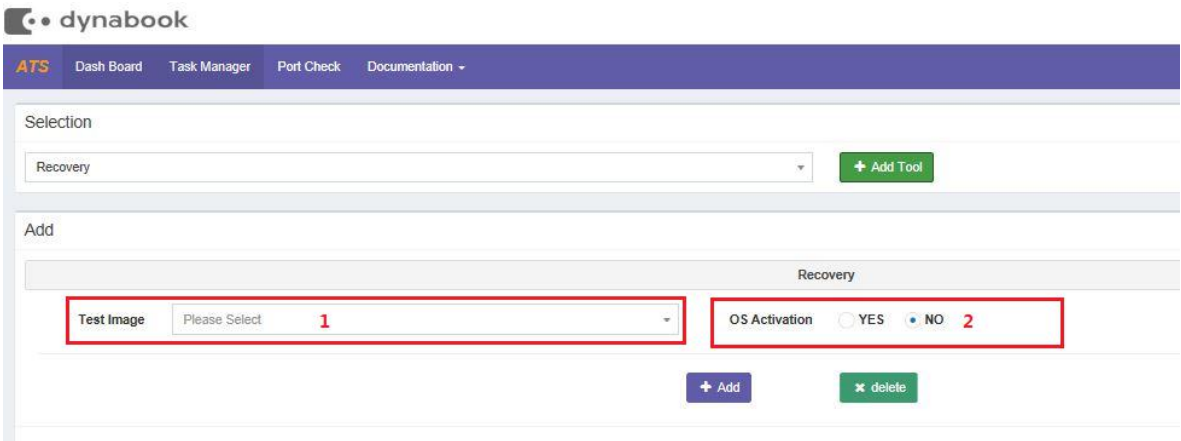

图 16
- a. 图 16 中的 1，选择测试镜像
- b. 图 16 中的 2，选择系统是否需要激活